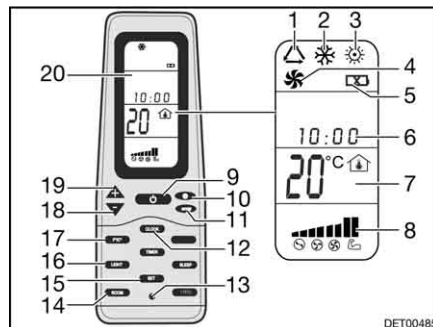

Fig. 202 Telecomando
- Premere il tasto ON/OFF (Fig. 202,9).
- Premere il tasto "Mode" (Fig. 202,11) spesso, finché la modalità desiderata (Fig. 202,1, 2, 3 o 4) viene visualizzata sul display (Fig. 202,20).
- Impostare la temperatura desiderata con i tasti "+" (Fig. 202,19) e "-" (Fig. 202,18).
- Con il tasto velocità dell'aria (Fig. 202,10) selezionare il livello desiderato per la ventola.
Spegnimento: ■ Premere il tasto ON/OFF (Fig. 202,9).